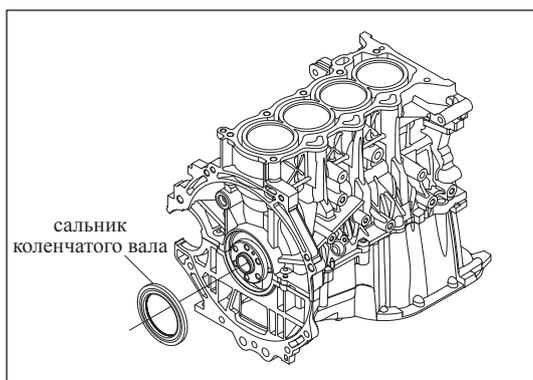

Рис. 13-3-21. Установка заднего сальника коленчатого вала
(2) Установка маховика
- а) При установке заднего сальника коленчатого вала при помощи специального приспособления (СИП) (см. Рис. 13-3-21) нанести небольшое количество масла на уплотнительную поверхность коленчатого вала и в канавку сальника. Запрещается царапать масляное уплотнение. После установки не должно быть перекоса торцевой поверхности сальника.